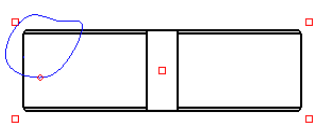

图 3.8.25 定义外部边界
(2) 在系统 在当前视图上草绘样条来定义外部边界. 的提示下, 直接绘制图 3.8.25 所示的样条线来定义外部边界。当绘制到封闭时, 单击中键结束绘制 (在绘制边界线前, 不要选择样条线的绘制命令, 可直接单击进行绘制)。